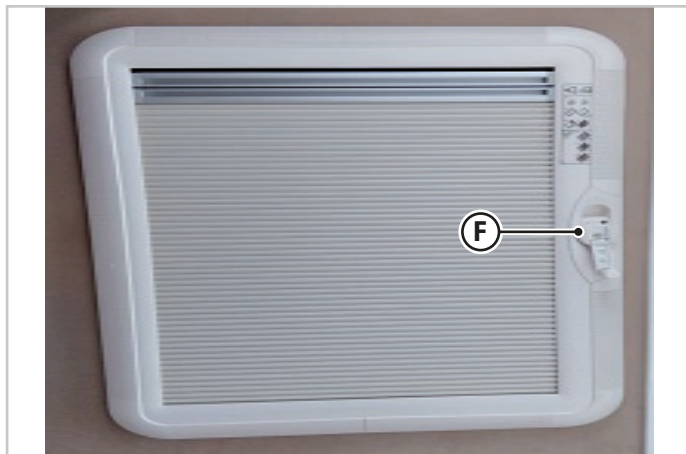

Fig.6.7 - Oblò inclinabile - Tipo B
Oblò inclinabile - Tipo B (Fig.6.7)
- Sollevare la maniglia di sicurezza (**F** - Fig.6.7) e ruotarla in senso antiorario per sollevare l'oblò fino alla posizione desiderata.